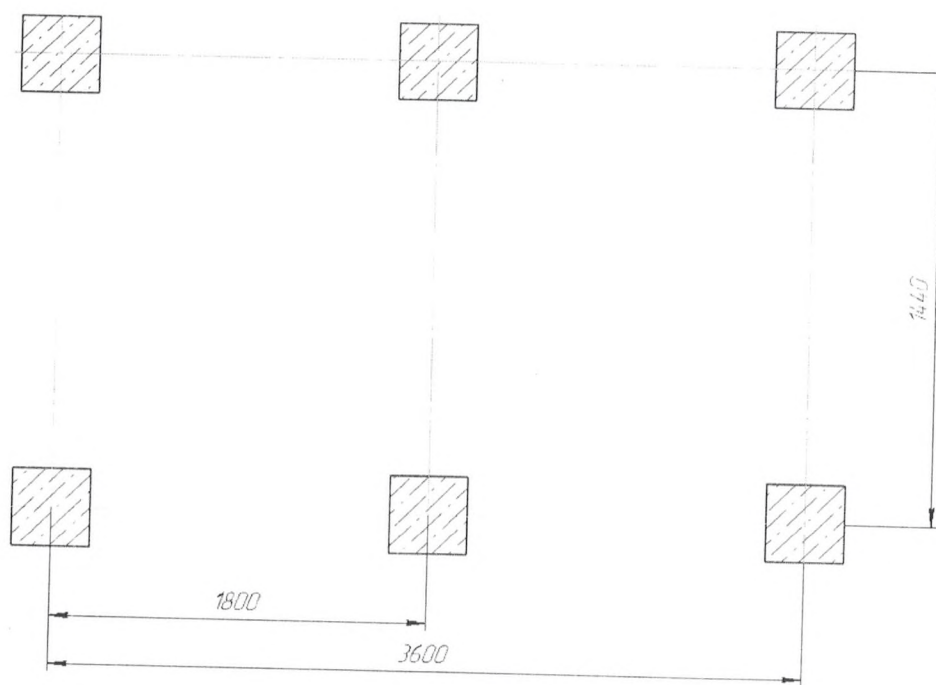

Рис.5 Схема фундаментов
- разметить площадку (рис.5) и подготовить ямы 300x300x450